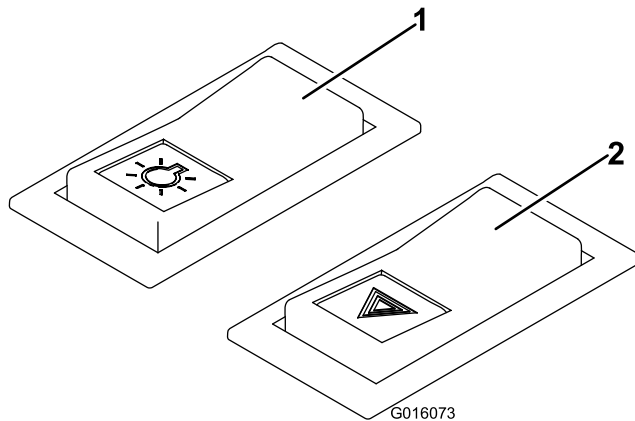

Figura 19
- Interruptor de las luces de emergencia — Enciende las luces de emergencia, y funciona con el interruptor de encendido conectado o apagado (Figura 19).
- Interruptor principal de los faros — Enciende los faros delanteros y traseros. Sólo funciona si el interruptor de encendido está en la posición de conectado (Figura 19).